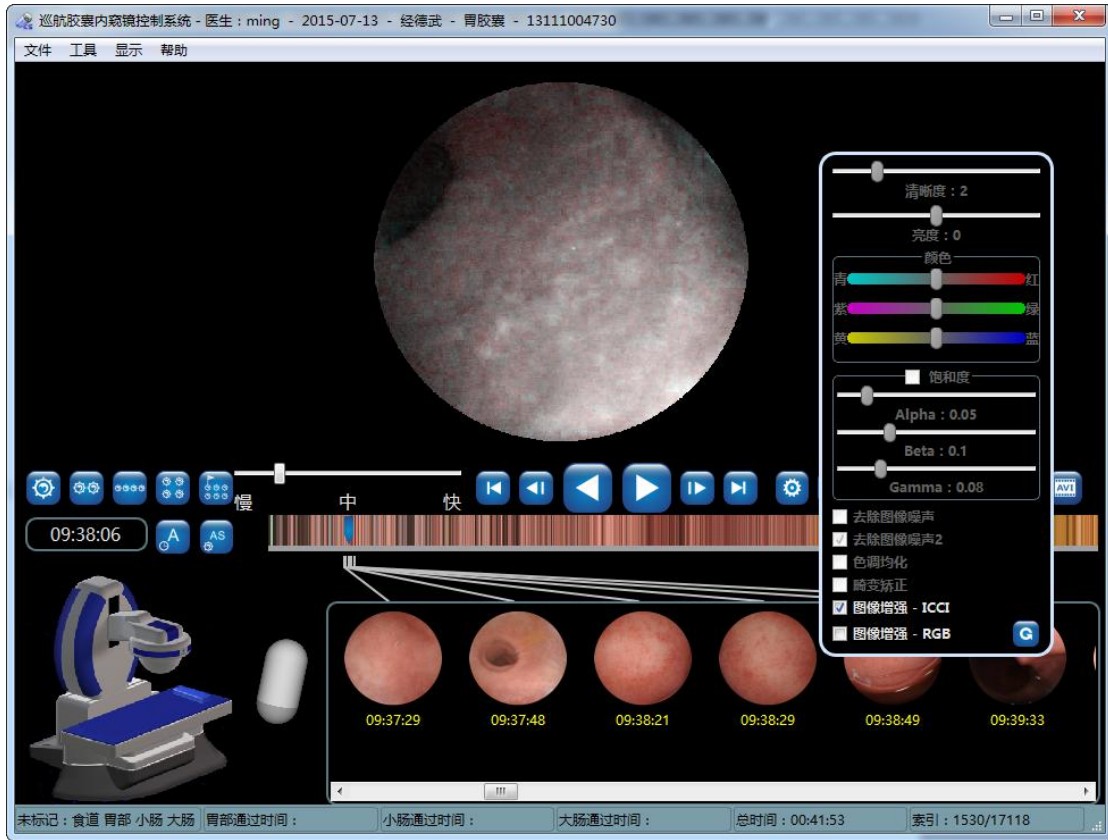

图 4-90 图像增强-ICCI
4. 选择“图像增强-ICCI”，效果如图 4-90 所示：